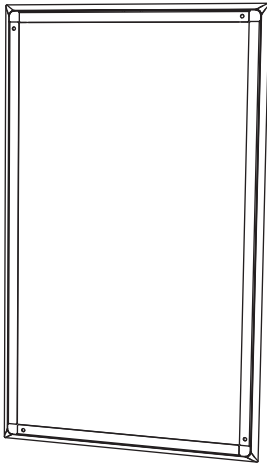

Fig. 3. Maschera di vernice installata
2. Premi la maschera di vernice nella parte anteriore del telaio, dove verrà tenuta in posizione dai magneti. Questa maschera viene lasciata in posizione mentre si dipingono la parete e la cornice del telaio (Fig.3).